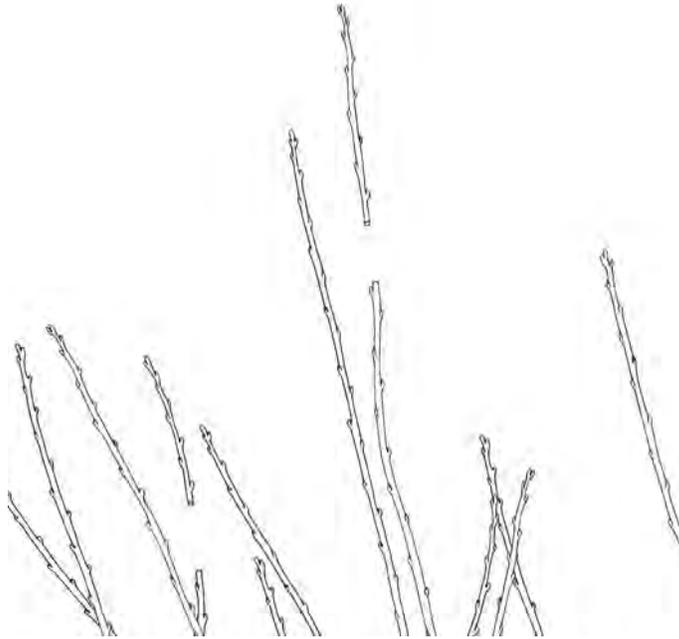

Figura 32
- Para promover el desarrollo de ramas laterales, vuelva a recortar la extensión del eje aproximadamente 24 a 36 pulgadas encima de su punto de origen en la temporada anterior, según las instrucciones para el segundo reposo invernal (Figura 32).